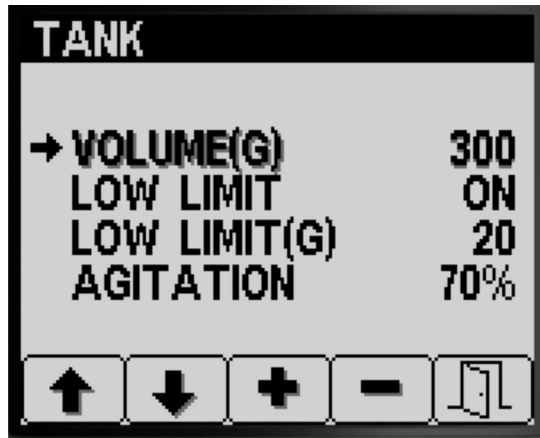

Bild 12
1. Drücken Sie Taste 1 oder 2, um auf die Option TANK VOLUME zu navigieren (Bild 12).
2. Drücken Sie die Taste 3 oder 4, um den Wert für das Volumen der Chemikalie im Sprühbehälter zu erhöhen oder zu verringern (Bild 12).